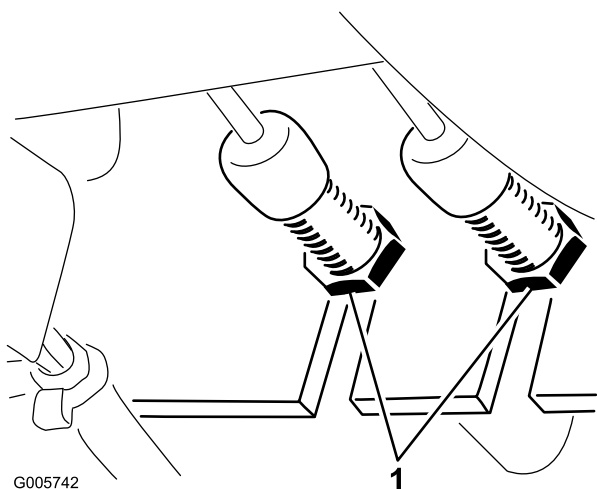

Figura 60
1. Para reduzir a folga dos pedais de rotação, aperte-os os travões, desapertando a porca dianteira na extremidade roscada do cabo do travão (Figura 60). Aperte a porca traseira para deslocar o cabo para trás até os pedais de rotação apresentarem uma folga de 13 a 25 mm. Aperte a porca dianteira depois de os travões estarem correctamente ajustados.